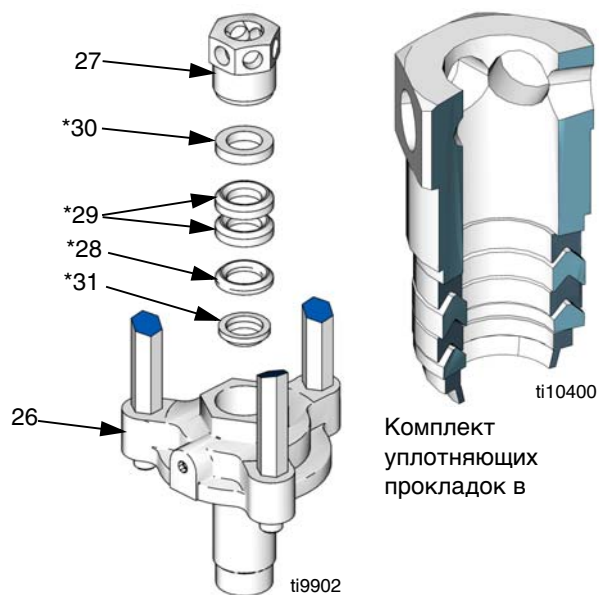

Рис.25
- 12 Снять шестигранную гайку (27) с крепежного фланца (26). Снять внешний сальник (30\*), 2 тефлоновые прокладки (29\*), внутренний сальник (28\*) и кольцо (31\*). Осмотрите все детали на наличие повреждений. См. Рис.25.